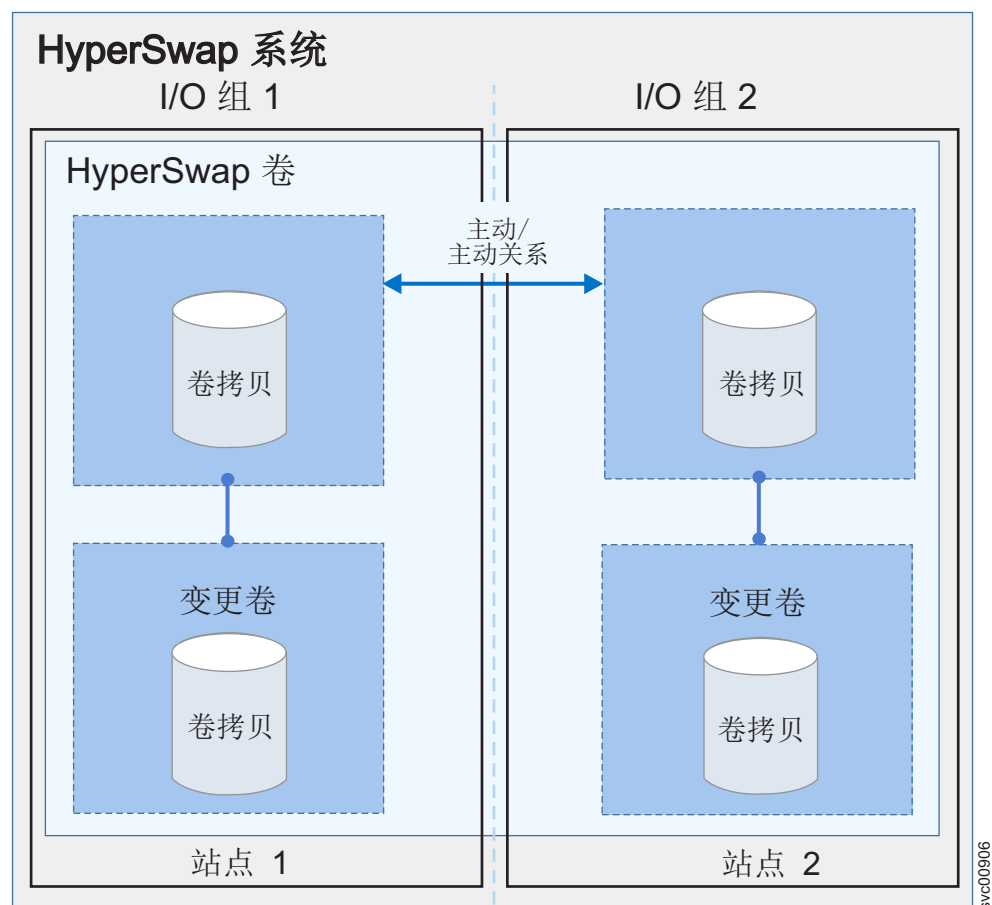

图 6. *HyperSwap* 卷的示例
- *HyperSwap* 卷，其中单个卷的拷贝位于不同站点上的不同存储池中。在位于不同站点上的两个 I/O 组中高速缓存该卷，如图 6 所示。仅当系统拓扑为 *HyperSwap* 时才创建这些卷。